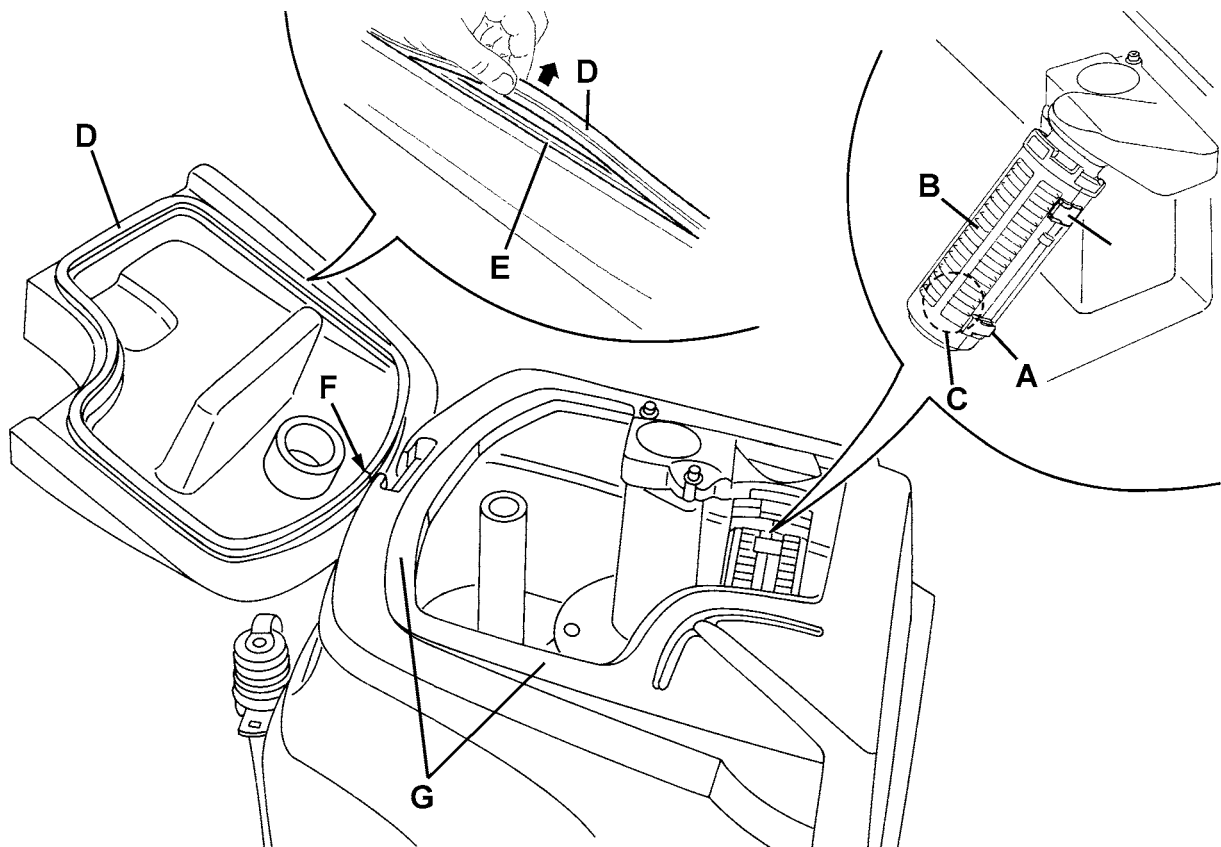

Figure 4
5. Si besoin est, dégager les dispositifs de retenue (A, Fig. 4), ouvrir la grille (B), récupérer le flotteur (C) et nettoyer soigneusement; enfin reposer en place.
6. Contrôler l'intégrité du joint d'étanchéité (D) du couvercle du réservoir.